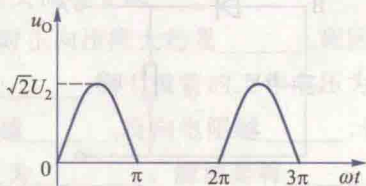

图 1-4
13. 设整流变压器二次电压 $u_2 = \sqrt{2}U_2 \sin \omega t$, 欲使负载上得到如图 1-4 所示的整流电压的波形,则需要采用的整流电路是()。